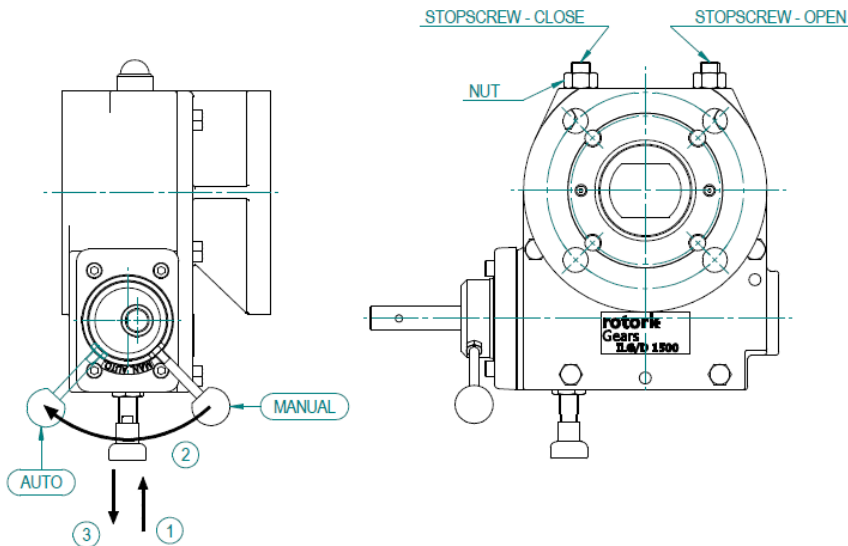
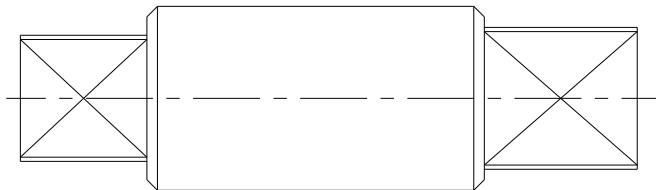

Figura 6: ajuste del tornillo de tope del reductor ILG/D
Figura 7: ejemplo de un eje de accionamiento de un reductor ILG/D
2. Coloque el reductor en posición manual girando 90 grados la manivela en el sentido contrario a las agujas del reloj (ver 'Operación' y/o la figura 6: 1 tire del mando → 2 gire el selector → suelte el mando y asegúrese de que se ha desbloqueado.)
3. Gire la válvula a la posición de cierre total girando el volante manual en el sentido de las agujas del reloj. Si no se puede obtener la posición de cierre total, suelte el tornillo de tope de cierre (ver figura 6). Continúe girando el volante manual hasta que la válvula esté totalmente cerrada.
5. Abra la válvula girando el volante manual en el sentido contrario a las agujas del reloj. Si no se puede obtener la posición abierta total, suelte el tornillo de tope de apertura (ver figura 6). Continúe girando el volante manual hasta que la válvula esté totalmente abierta.
8. Tire del mando hacia afuera (3) y gire la manivela (en el sentido de las agujas del reloj) hasta que el mando vuelva a colocarse en su posición de cierre (2).
- b. Posicione el eje de accionamiento (ver figura 7) en la parte superior del reductor.